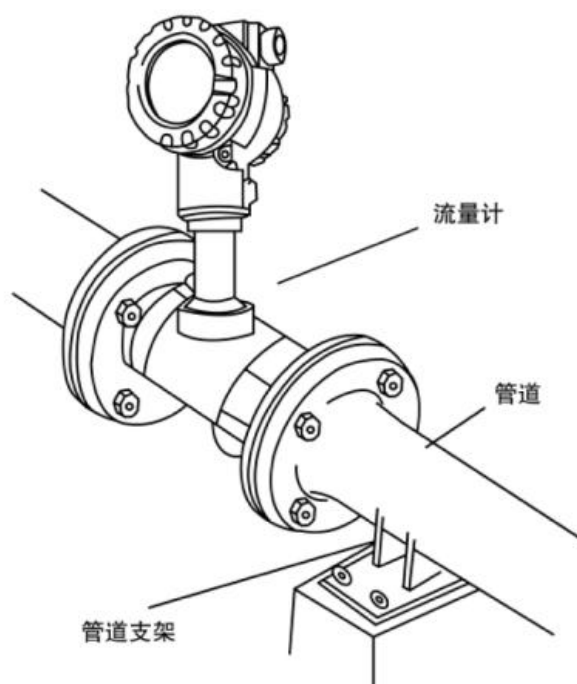

图 9 安装管道支撑实例
5) 振动源对涡街流量计的影响应该作为涡街流量计现场安装的一个突出问题来关注。首先在选择传感器安装场所时尽量注意避开振动源。其次采用弹性软管连接，在小口径中可以考虑。第三，加装管道支撑物是有效的减振方法，一种管道支撑方法如图 9 所示。